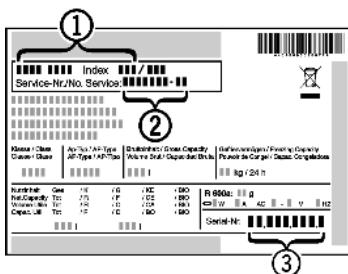

Fig. 25
- ▶ Считать обозначение устройства Fig. 25 (1), сервисный номер Fig. 25 (2) и серийный номер Fig. 25 (3) с заводской таблички. Заводская табличка находится внутри устройства слева.